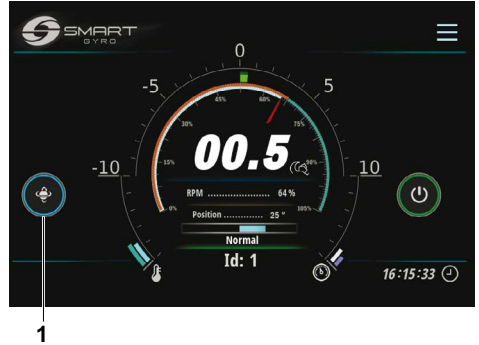

Figure 7
7. Une fois que la vitesse du volant d'inertie dépasse les 55 % de la vitesse de pointe, la précession est autorisée et le cercle situé autour de l'icône devient bleu, indiquant que la précession est déverrouillée et que la sphère peut osciller (Figure 7, (1)).